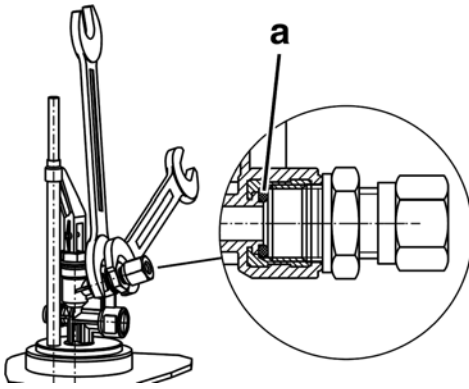

Bild 5: Rohrverschraubung montieren
- Mit Schlüssel SW 24 an der Armatur gegenhalten und Rohrverschraubung mit max. 20 Nm anziehen (Bild 5).